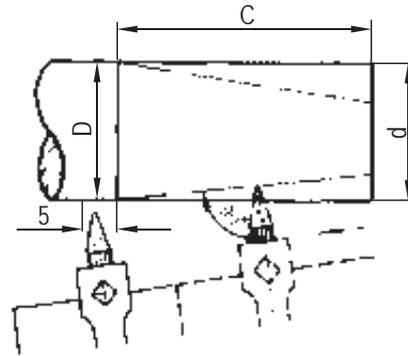

Fig. 4
**OBSERVACIÓN:** La herramienta tiene que estar rigurosamente a la altura del centro y perpendicular a la generatriz del cono (Fig. 4).
- Desplace el carro principal hacia la izquierda hasta que la punta de la herramienta sobrepase 5 mm., aproximadamente del cono (Fig. 4).